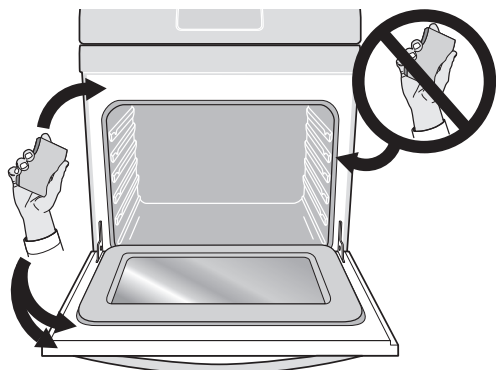

Figure 20 : Nettoyer la partie autour du joint de la porte du four
- N'utilisez pas de produits de nettoyage du commerce ni d'enduit protecteur dans le four ou autour des parties situés à proximité de la cavité du four. Ne nettoyez pas le joint de la porte du four. Prenez soin de ne pas frotter, endommager ou enlever le joint de la porte ou d'utiliser un agent nettoyant pour le nettoyer (voir figure 20). Vous risqueriez de l'endommager et de diminuer l'efficacité du four.
- À l'aide d'eau et de savon, nettoyez la saleté située sur le cadre de la cuisinière, sur le revêtement de la porte entourant le joint et la petite surface située au centre avant de la sole du four (voir figure 20). Ces zones chauffent suffisamment pour que la saleté y brûle.